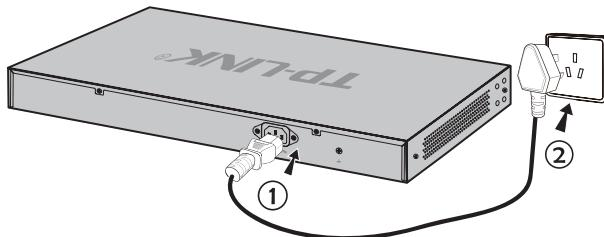

图3-3 电源线连接示意图
2. 使用交换机原装电源线连接交换机与电源插座,如图3-3所示。